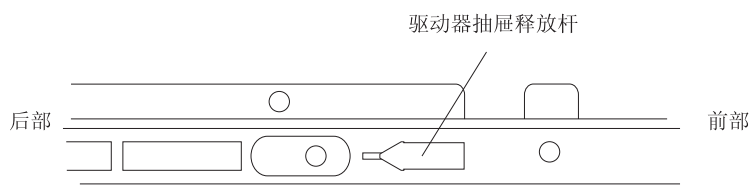

图 98. 驱动器抽屉一侧的驱动器抽屉释放杆
- b. 将驱动器抽屉两侧的驱动器抽屉释放杆（请参阅图 98）朝着您的方向滑动，然后从机柜中卸下驱动器抽屉。